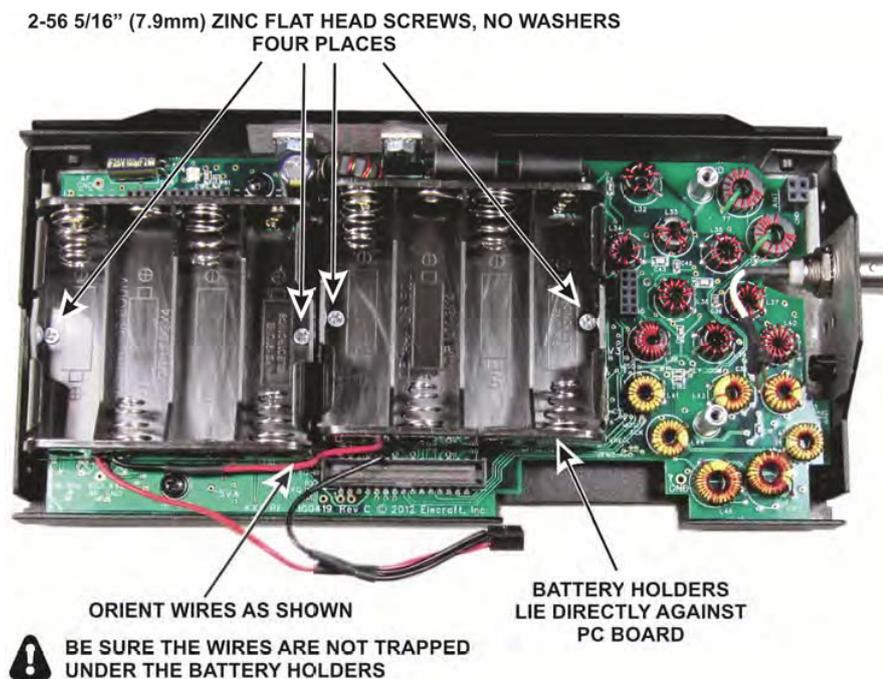

Figure 43. Installing the Battery Holders.
□ 図43に示されるような2つのバッテリー・ホルダーを任じてください。ホルダーとワイヤーのオリエンテーションに注意してください。必ず適応させられたホルダー、および示されるように送られたワイヤーがいてください。